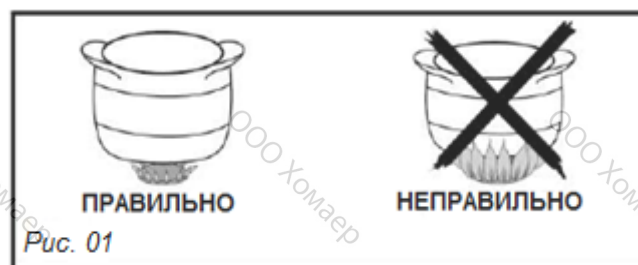

Рис. 01
- Настройте кольцо пламени таким образом, чтобы оно не выходило за границы посуды (Рис. 01).